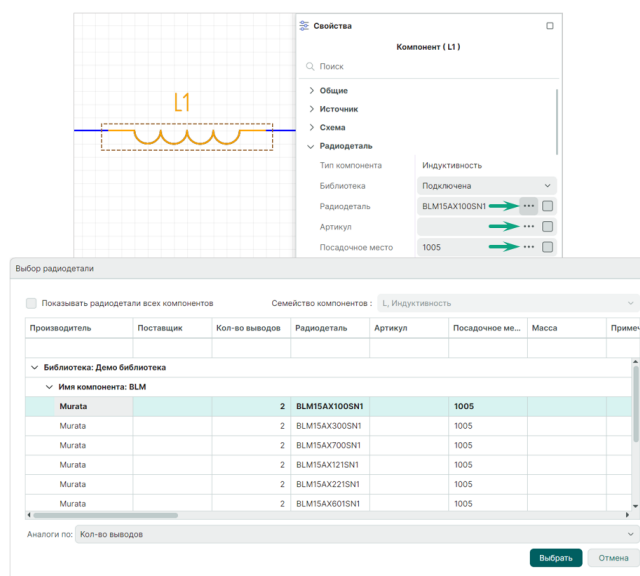

Рис. 93 Окно «Выбор радиодетали»
1. При выделенной на электрической схеме радиодетали нажмите на символ «...» в панели «Свойства» → «Радиодеталь» в строке любого параметра радиодетали, см. Рис. 93.